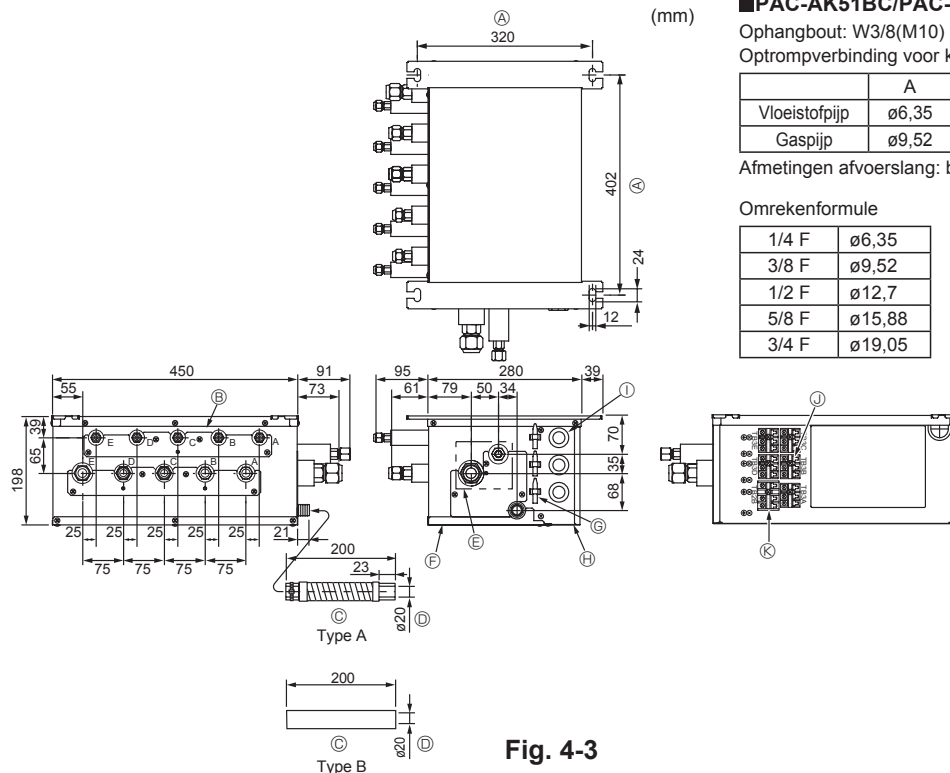

Fig. 4-3
■ PAC-AK51BC/PAC-AK52BC/PAC-AK53BC (Fig.4-3)
- (1) Breng op de aangegeven tussenafstand de ophangbouten aan (lokaal aan te schaffen) (Fig. 4-3, 4-4).